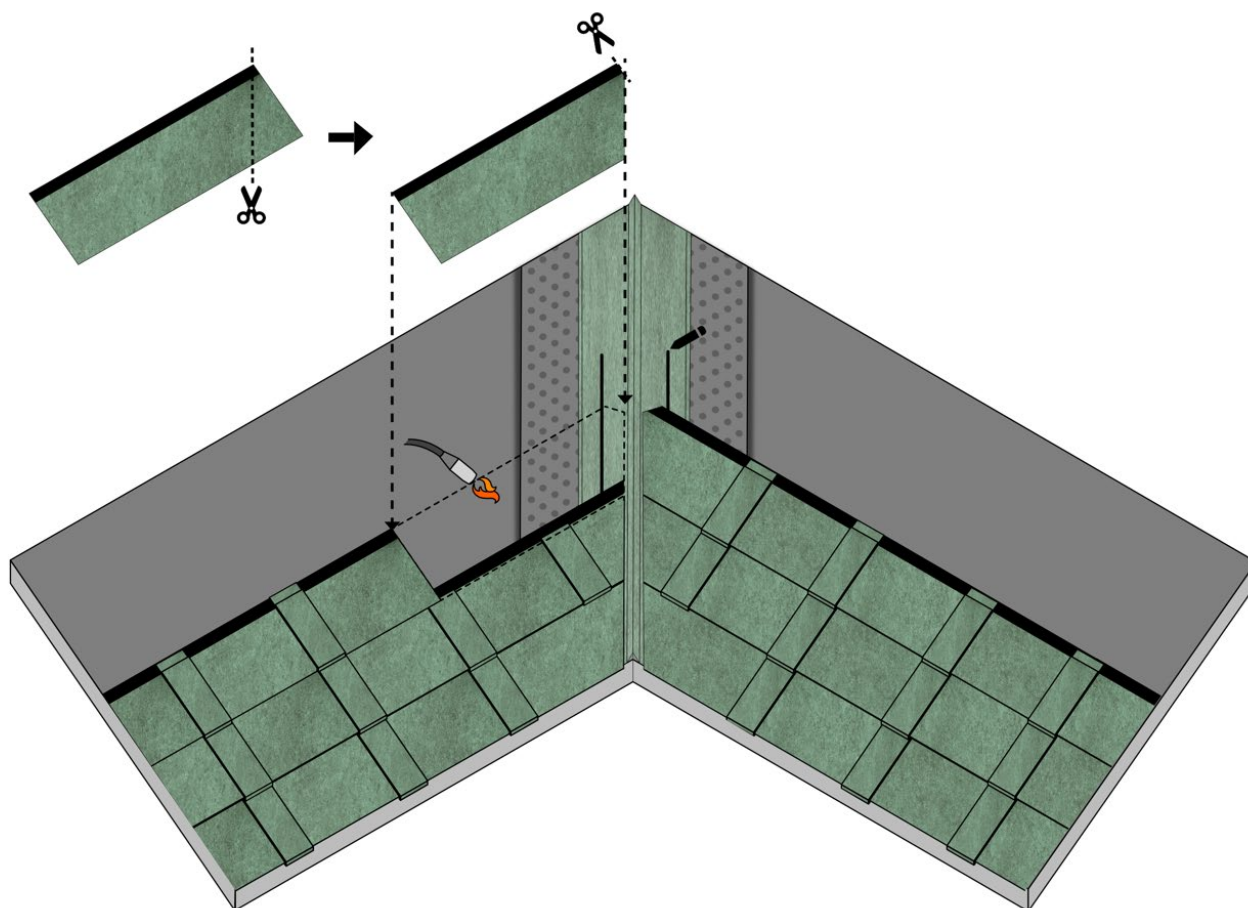

Fig. 25 - *Installazione a fiamma delle tegole sul compluvio*
- Posare quindi le tegole della prima falda, fino alla linea di compluvio, tagliandole a 3 cm e parallelamente alla linea di compluvio. Fissare le tegole alla membrana bituminosa (ove presente) attraverso la fiamma del cannello e con del Bitustick, posato in righe parallele, sopra al compluvio metallico, Fig. 25.
- Ripetere la stessa procedura anche per la seconda falda. Alla fine, dovrà risultare un canale tra le tegole, sul compluvio metallico, dove l'acqua scorrerà in via preferenziale, Fig. 25.
- È consigliabile inoltre tagliare trasversalmente lo spigolo superiore della tegola al compluvio, in modo da convogliare l'acqua discendente lungo l'asse del compluvio, Fig. 25.